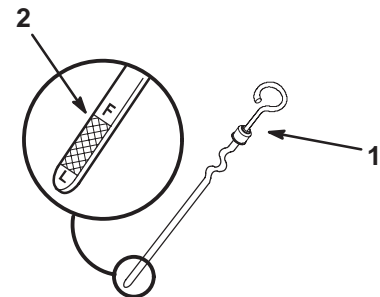

Bild 12
3. Ziehen Sie den Ölpeilstab heraus und wischen Sie das Metallende ab (Bild 12).
4. Schieben Sie den Ölpeilstab vollständig in den Einfüllstutzen. Ziehen Sie den Peilstab wieder heraus und kontrollieren das Metallende (Bild 12). Gießen Sie, wenn der Ölstand zu niedrig ist, nur so viel Öl langsam in den Einfüllstutzen, dass der Ölstand die Voll-Marke erreicht.